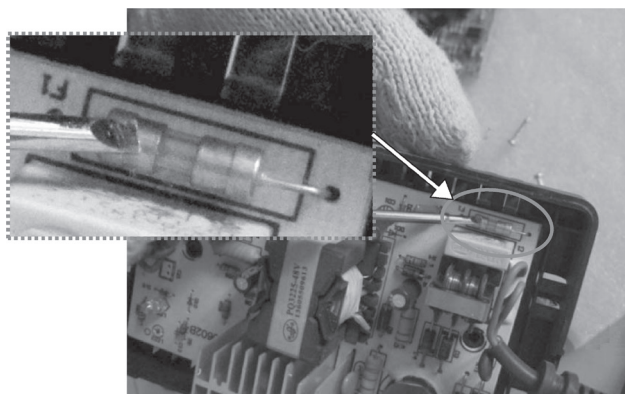

图 6-4 检查熔断器
- 3) 取下熔断器 FU1，如图 6-4 所示，串接一只 60W 灯泡。